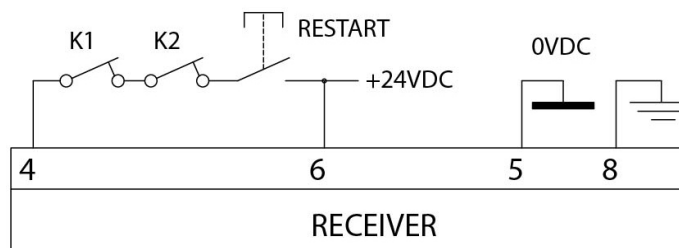

Bild 20 – Manuell mit Steuerung K1K2
- Bei manueller Funktionsweise macht dies außerdem das Vorhandensein der RESTART-Taste in Reihe mit den Ruhekontakten (Feedback) der externen Schütze K1/K2 erforderlich (Bild 20).